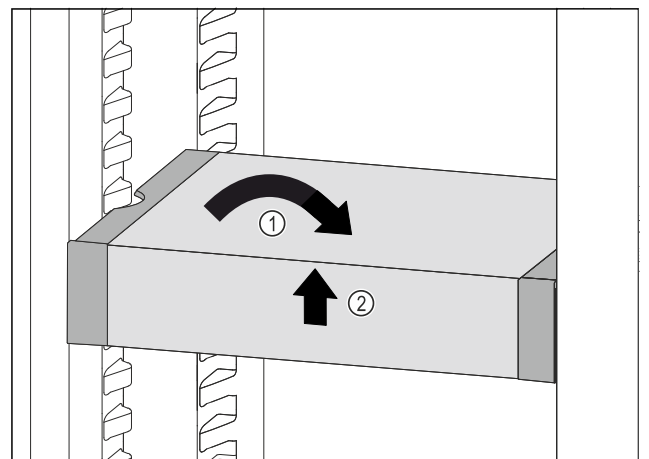

Fig. 96
- ▶ Állítsa egyenesbe a VarioSafe fiókot. Fig. 96 (1)
- ▶ Elöl emelje meg a VarioSafe fiókot. Fig. 96 (2)